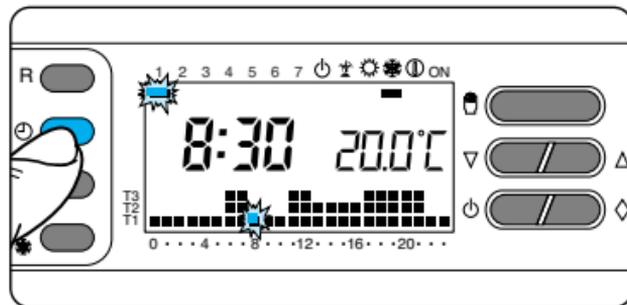

Fig. 20
3.6 -Premere il pulsante ⌚ (fig. 20).